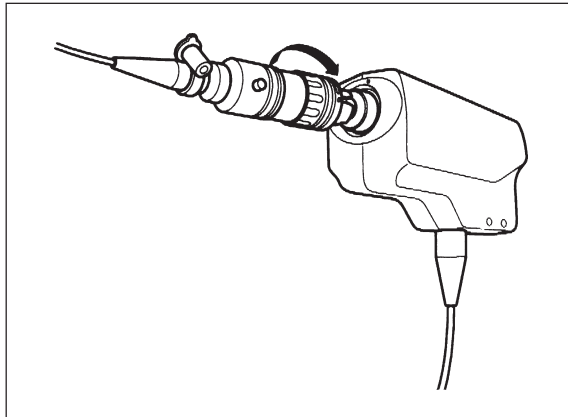

Рис. 3.10
3. Совместите метку для соединения (или канавку) с индикатором на установке для управления зондом. Вставьте часть коннектора внутрь установки до упора и поверните её до упора по часовой стрелке приблизительно на 90 °(см. рис. 3.10).
4. Убедитесь, что метка запирающего соединения и индикатор установки для управления зондом располагаются по одной линии (см. рис. 3.10).